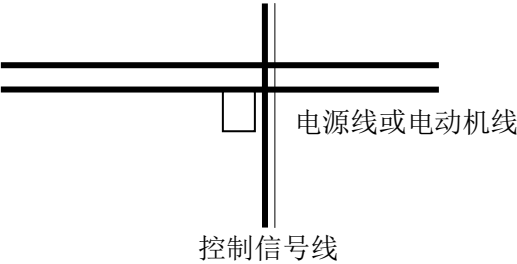

图 2-9 系统配线要求
- 5、控制信号线不能与强电电缆（R、S、T 或 L、N 与 U、V、W）平行近距离布线，不能捆扎在一起，保持 20~60 厘米（与强电电流大小有关）以上的距离。如果要相交，则应相互垂直穿越，如图 2-9 所示。